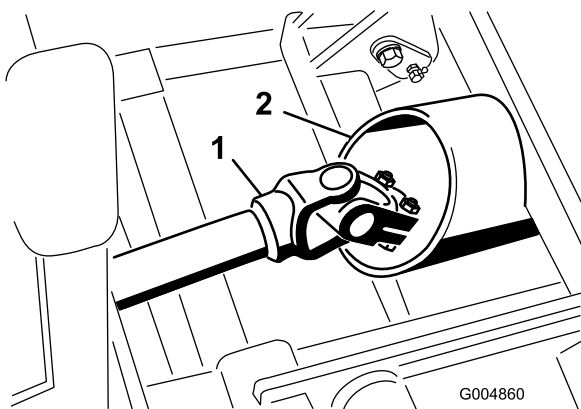

Figura 105
27. Coloque cuidadosamente el conjunto del bastidor de invierno en su posición, pasando el eje motor a través del tubo del bastidor (Figura 105).